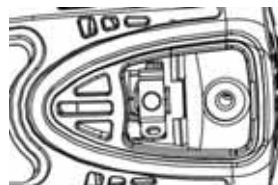

Fig. 3
- C. Le spazzole di carbonio nuove vengono sostituite bene (vedere fig. 3).